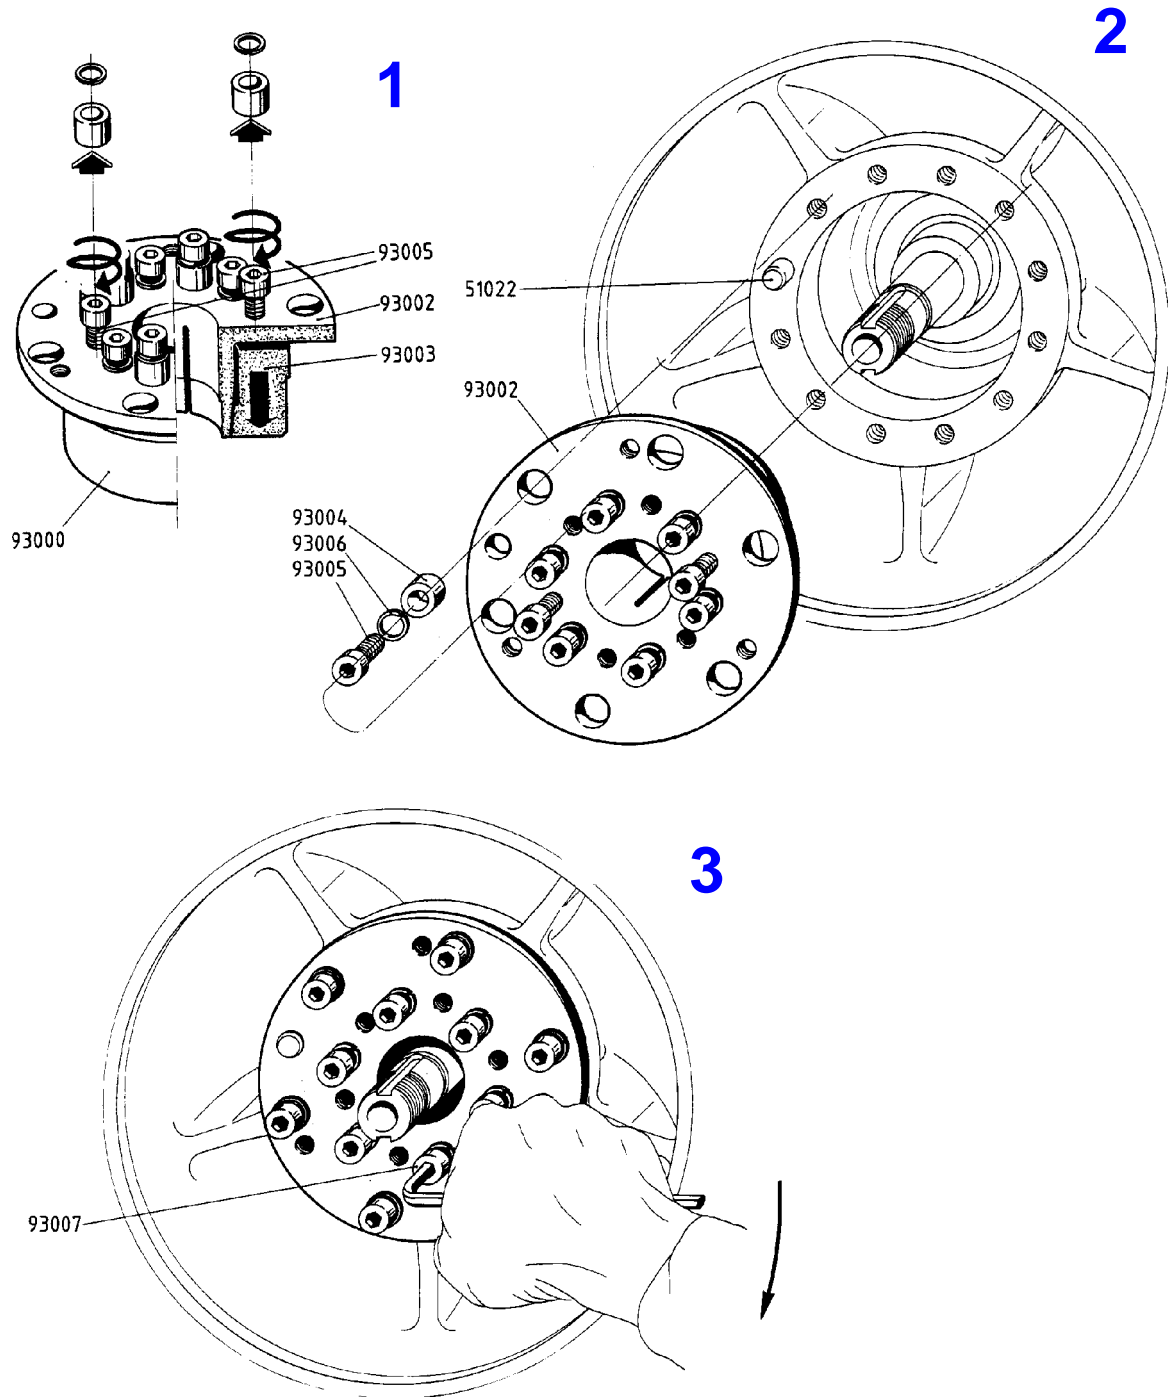

Fig. 6-3
- Blockiervorrichtung (93000) auf eine ebene Unterlage stellen (s. Fig. 6-3/1).
- Blockiervorrichtung (93000) über Welle und Führungsbolzen (51022) schieben (s. Fig. 6-3/2).
- Zyl.-Schrauben (93005) abschrauben, Federringe (93006) und Bohrbüchsen (93004) vom Blockierflansch (93002) abnehmen (s. Fig. 6-3/2).
- Zyl.-Schrauben (93007) des inneren Lochkreises mit 6kt-Stiftschlüssel kreuzweise anziehen (s. Fig. 6-3/3).
- Place the locking device (93000) on a flat surface (see fig. 6-3/1)
- Slide the locking device (93000) over the shaft and the guide bolt (51022) (see fig. 6-3/2)
- Remove socket screws (93005), locking washers (93006) and drill bushings (93004) from the locking flange (93002) (see fig. 6-3/2).
- Tighten the socket screws of the inner circle of holes crosswise with a socket wrench (see fig. 6-3/3).